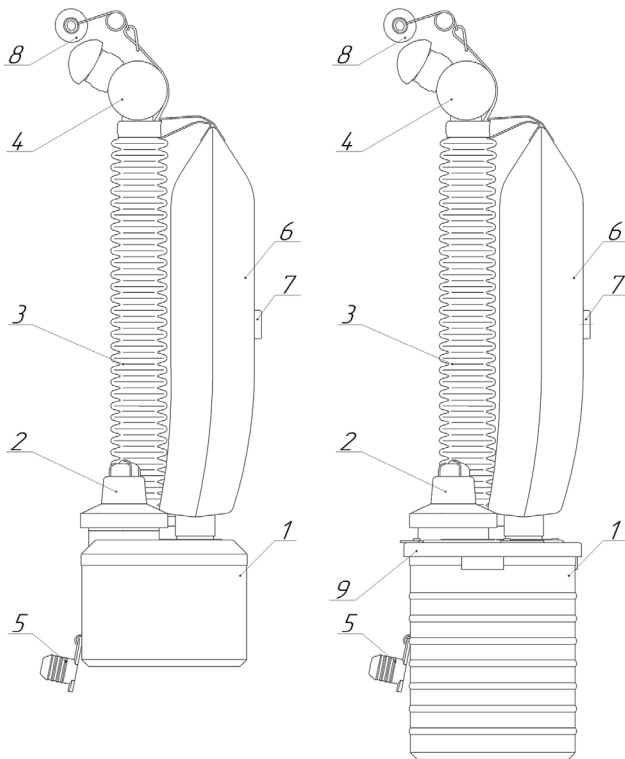

Rys. 2 - Ogólny wygląd i budowa treningowego aparatu ucieczkowego TRAINER
Ogólny wygląd i budowę treningowego aparatu ucieczkowego TRAINER z atrapą wkładu oraz wygląd podczas użytkowania przedstawiono na rys. 2. Ogólny wygląd zestawu jednokrotnego użytku do szkolenia z warunków oddychania przedstawiono na rys. 3.
Treningowy aparat uciezkowy składa się z następujących części głównych (rys. 2): obudowy dolnej 2 z wstawką 3, obudowy górnej 17, atrapy wkładu 1, systemu oddechowego (zawierającego worek oddechowy 10, przewód oddechowy 13 z kołnierzem służącym do wymiany atrapy wymiennika ciepła 14 i ustnik 6) i okularów ochronnych 8. Do króćców wkładu podłączony jest worek oddechowy 10 i przewód oddechowy 13.
W stanie wyjściowym system oddechowy znajduje się pod obudową górną 17 (rys. 2), która jest dociskana do obudowy dolnej 2 za pomocą dwóch taśm obejmujących 18 i 19. Są one zaczepiane klamrami znajdującymi się na obudowie dolnej 2 i tworzą na obudowie górnej 17 szybko otwierający się zamek, który jest zabezpieczony nakładką 20. Treningowy aparat uciezkowy jest przeznaczony do noszenia na ramieniu i w tym celu jest wyposażony w pas nośny 21.
- po otwarciu zamka (rys. 2) utworzonego taśmami 18 i 19 i odrzuceniu obudowy górnej 17, pokonując siłę magnesu, należy zdjąć osłonę z atrapy urządzenia rozruchowego 5. Siła otwarcia zamka i siła oderwania magnesu od atrapy urządzenia rozruchowego treningowego aparatu uciezkowego TRAINER odpowiadają analogicznym parametrom aparatów uciezkowych 1PVM KS, SSS-1PV KS, dzięki czemu można przećwiczyć sposób uruchamiania;
- po otwarciu zamka (rys. 2) utworzonego taśmami 18 i 19 i odrzuceniu obudowy górnej 17 (rys. 2) automatycznie uruchamia się urządzenie rozruchowe 2 (rys. 3) i worek oddechowy 6 wypełnia się tlenem niezbędnym do oddychania w okresie początkowym. Siła otwarcia zamka i uruchomienia urządzenia rozruchowego treningowego aparatu ucieczkowego TRAINER odpowiadają analogicznym parametrom aparatów ucieczkowych 1PVM KS, SSS-1PV KS, dzięki czemu można przećwiczyć sposób uruchamiania;